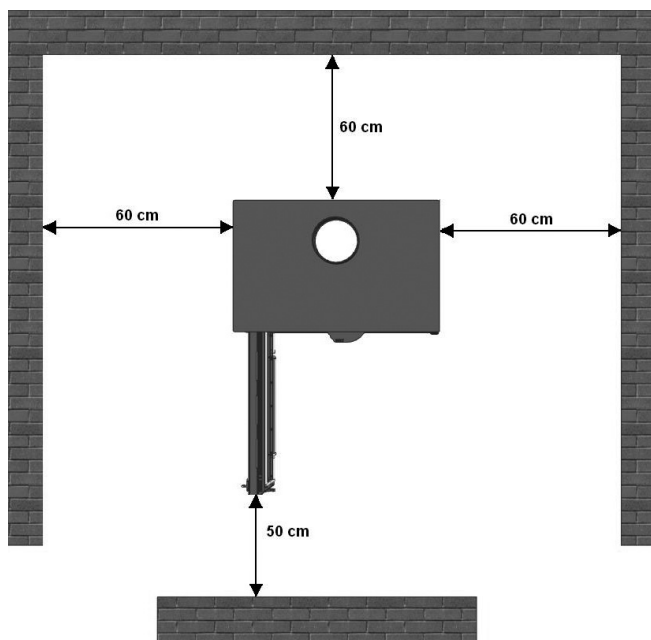

FIG. 6 - DISTANCIAS DE SEGURIDAD
- Cuando se coloque el horno, tener en cuenta las distancias de seguridad necesarias, tanto del horno como de la chimenea, de las superficies combustibles (paredes de madera o empapeladas, suelo de madera, etc.). Estas mismas distancias deberán ser respetadas cuando el recubrimiento de las paredes o zonas próximas sea susceptible de deterioro o deformación por efecto de temperatura (barnices, pinturas, P.V.C.. etc.). **Fig. 6**